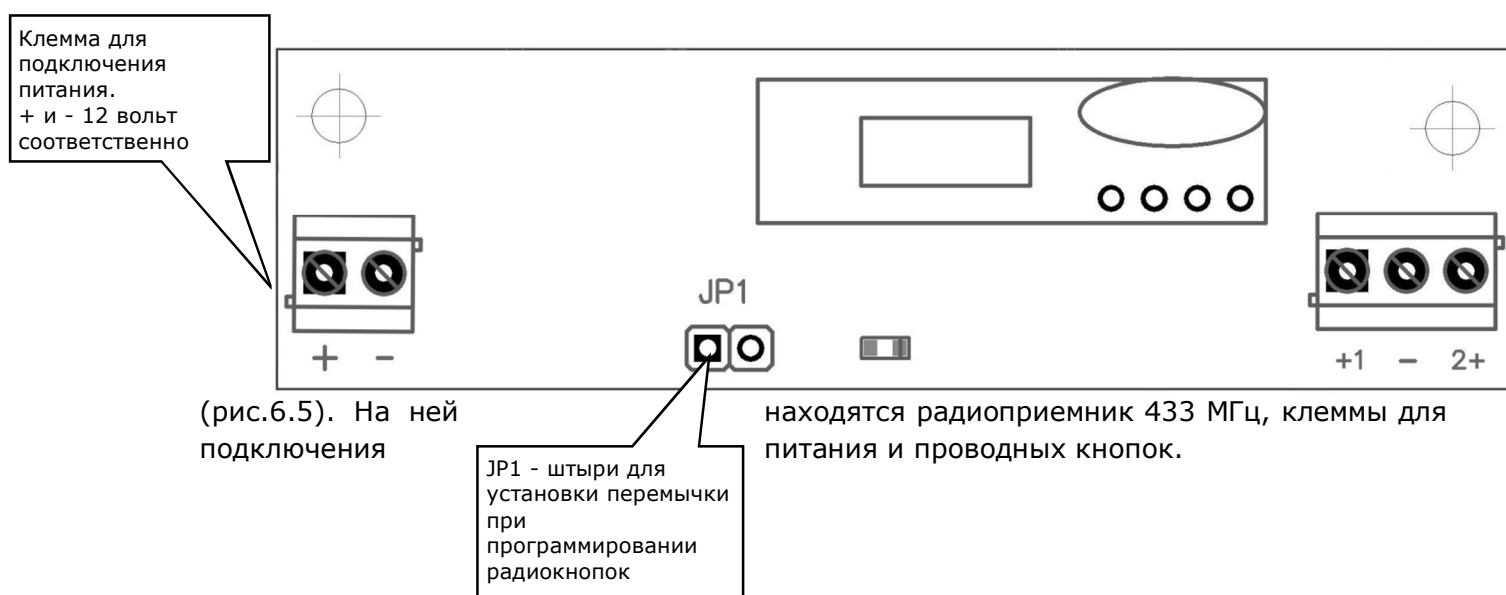

Рисунок 6.5. Печатная плата на задней стороне корпуса светового табло
- замкнуть JP1 (см. рис.6.5) **(обязательно при выключенном питании)**;